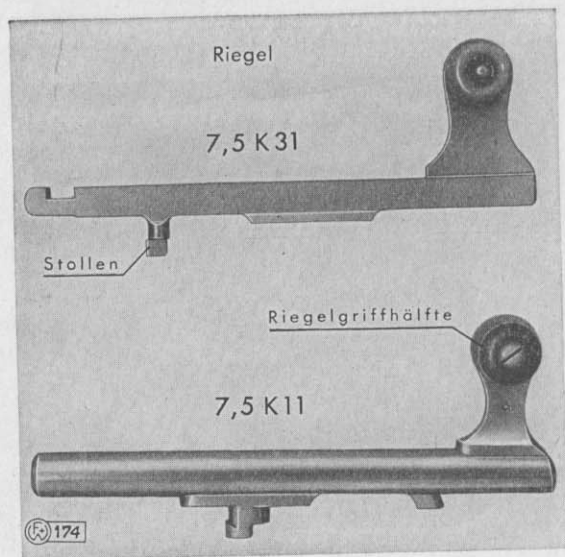

Fig. 9
- Riegel und Verschlusshülse** (Fig. 9 und 10),
Der **Riegel** (Fig. 9) dreht durch seine geradlinige Bewegung mit dem vorstehenden Stollen die Verschluss- hülse und spannt die Schlagvorrichtung.